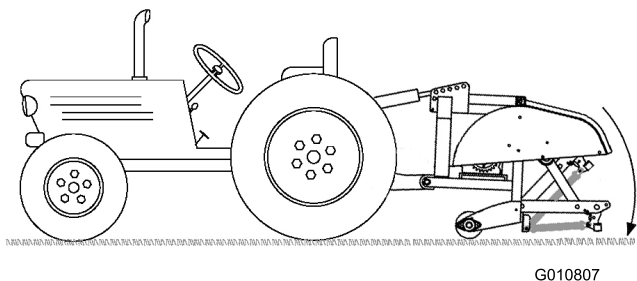

Figure 13
4. Abaissez l'aérateur au sol et déployez complètement le vérin du bras de liaison hydraulique supérieur ou la biellette supérieure (Figure 13).